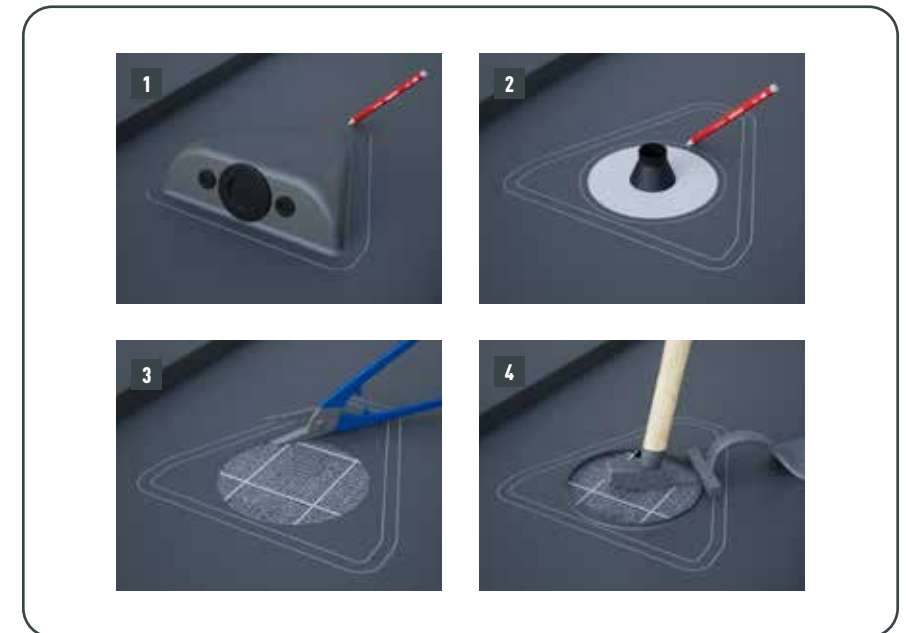

Figure 9 • Pose de la chatière pour panneaux solaires
- Un système de protection contre le glissement de la neige peut être disposé au-dessus des modules solaires pour protéger les câbles (Fig. 9). La protection contre la neige de toute la surface du toit doit être traitée séparément !
- Appliquer la colle spéciale tout autour (Fig. 9)